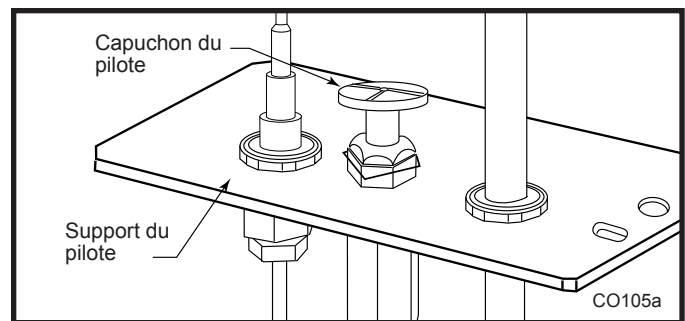

Fig. 78 Pour retirer le capuchon du pilote.
4. Enlevez la buse de la veilleuse au moyen d'une clé hexagonale. (Fig. 78)
Pour assurer le fonctionnement adéquat du poêle, vérifiez périodiquement la forme de la flamme afin qu'elle corresponde à l'illustration de la Figure 78. La flamme prend la couleur bleue au cours des 15 à 20 premières minutes de fonctionnement du poêle avant de tourner graduellement au jaune après cette période initiale.